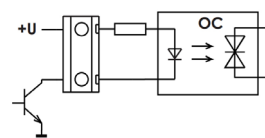

Рис. 5
- **ВУ с активным выходом по напряжению** (код - ИВ, рис. 5). Могут непосредственно управлять исполнительными устройствами малой мощности (активными) (реле и пускатели постоянного тока, лампы накаливания, светодиодные индикаторы), а также промежуточными усилителями мощности на основе мощных симисторов (подробнее см. стр. "Симисторные усилители мощности"). Данный тип ВУ использует внутренний или внешний источник питания прибора.